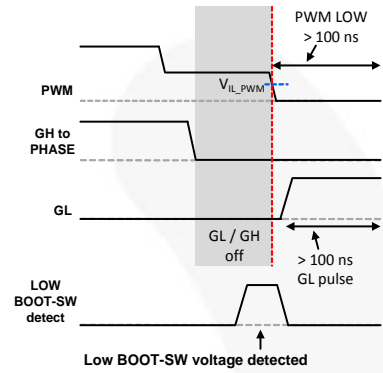
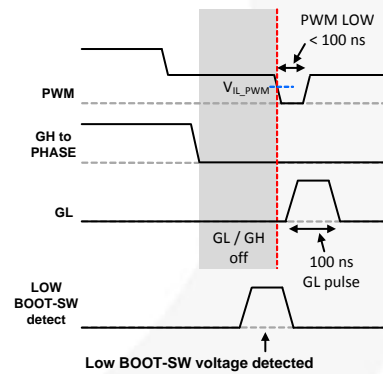

图 31. 检测到较低的 BOOT-SW 电压并且 PWM 从三态变为低电平的时间超过 100 ns
图 32. 检测到较低的 BOOT-SW 电压并且 PWM 从三态变为低电平的时间少于 100 ns
- 如果该部分以较低的 BOOT-SW 电压退出三态状况并且控制器发出 PWM=LOW 指令的时间为 100 ns 或更长，SPS 执行 PWM 输入指令。如果 PWM=LOW 的时间少于 100 ns，GL 保持导通 100 ns，然后执行 PWM 输入指令（参见图 31 和图 32）。